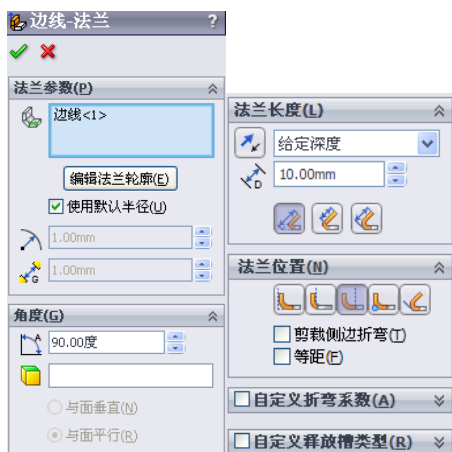

图 10-148 生成“边线法兰”特征操作
1) 单击“钣金”工具栏中的（边线法兰）按钮，或选择“插入”→“钣金”→“边线法兰”菜单命令，在属性管理器中的“法兰长度”栏中输入数值“10”，单击（外部虚拟交点）按钮，在“法兰位置”栏中单击（折弯在外）按钮，其他设置如图 10-148 所示。